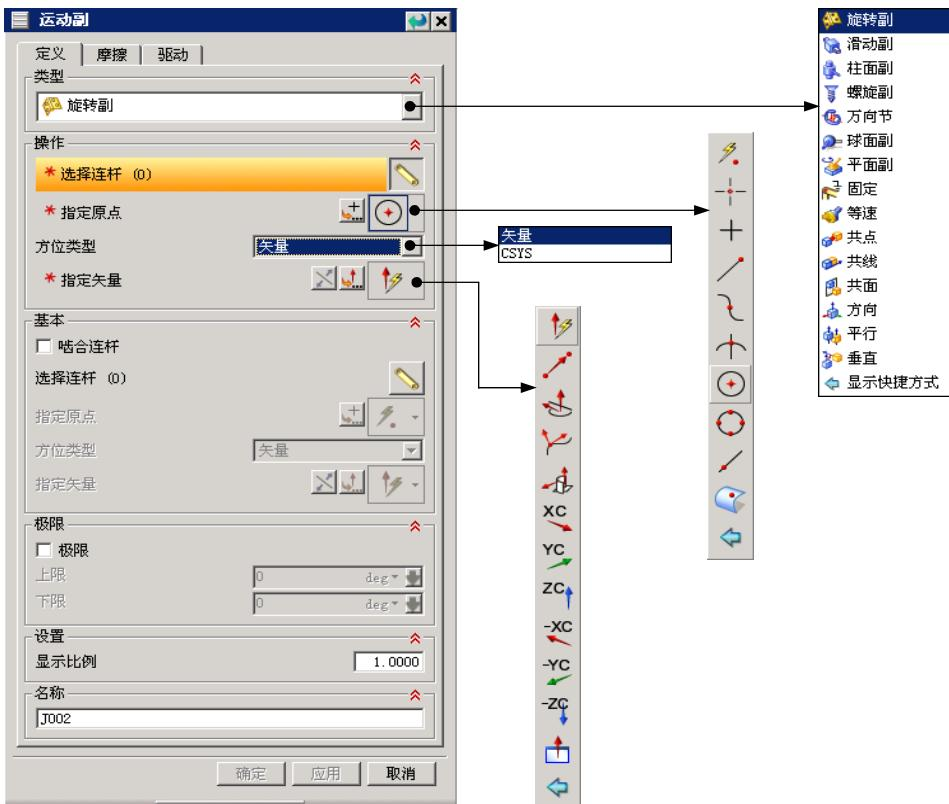
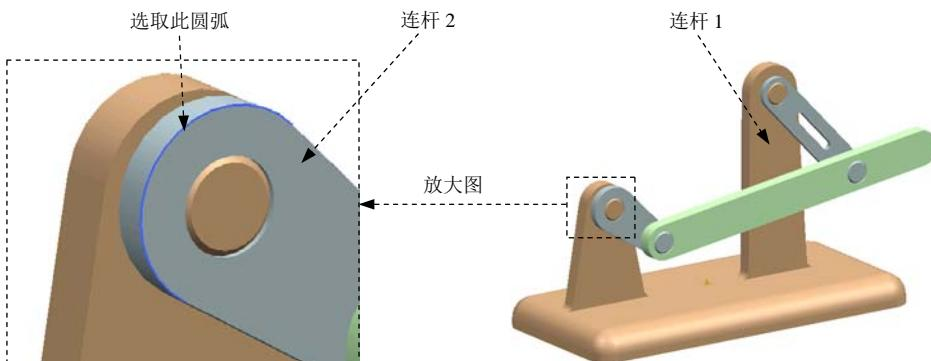

图 2.5.1 “运动副”对话框
图 2.5.2 定义旋转副
(1) 选择命令。选择下拉菜单  →  **运动副(I)…** 命令，系统弹出图 2.5.1 所示的“运动副”对话框。
(2) 定义运动副类型。在“运动副”对话框  选项卡的  下拉列表中选择  **旋转副** 选项。
(3) 定义参考连杆。选取图 2.5.2 所示的连杆 2 为参考连杆。
(4) 定义旋转轴原点。在“运动副”对话框**操作**区域的指定原点下拉列表中选取“圆弧中心”◎选项，在模型中选取图 2.5.2 所示的圆弧为原点参考。
(5) 定义旋转轴矢量。在**操作**区域的**方位类型**下拉列表中选择**矢量**选项，在指定矢量下拉列表中选择ZC↑为矢量。
(6) 定义运动副名称。在**名称**文本框中采用默认的运动副名称“J002”。
(7) 单击**确定**按钮，完成旋转副的创建。